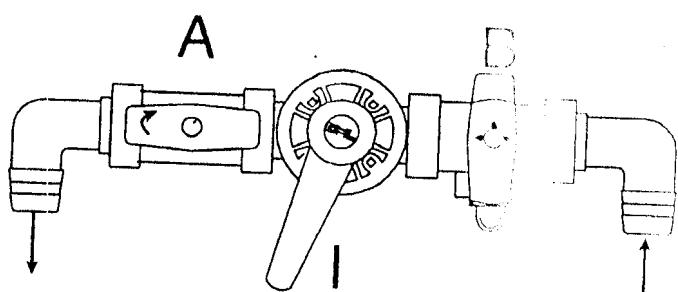

Fig. 3
2. Предварительно промойте установку чистой водой: держите рукоятку реверсивного крана в трехходовом кране (A), оставьте двухходовой кран открытый и установите трехходовой кран (B) как показано на рис.3.